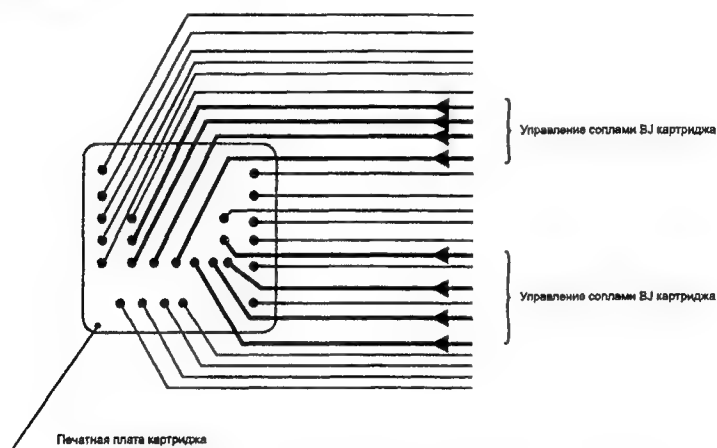

Рис. 3.11. Монтажная схема картриджа принтера
- струйная головка (рис. 3.11);